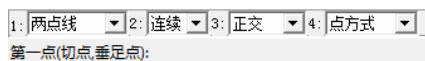

图 4-177 直线立即菜单选项
2) 选择下拉菜单“绘图”→“直线”命令, 或者单击“绘图工具”工具栏上的“直线”按钮, 设置立即菜单选项为“连续”和“正交”, 如图 4-177 所示。